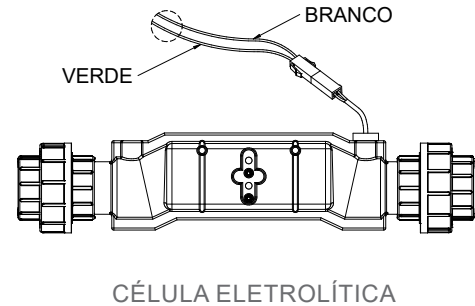

Figura 19
**Sensor de fluxo:** Identifique em seu módulo de energia os cabos verde e branco. Utilize o conector de engate rápido e conecte ao terminal do sensor de fluxo, verificando se a conexão está firme de modo que garanta o perfeito contato entre os terminais (Figura 19).